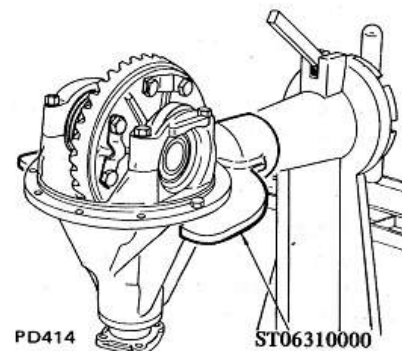

Fig. PD-67 Carter du différentiel dans son support
1. Monter le carter dans le support spécial ST06310000. Voir figure PD-67.